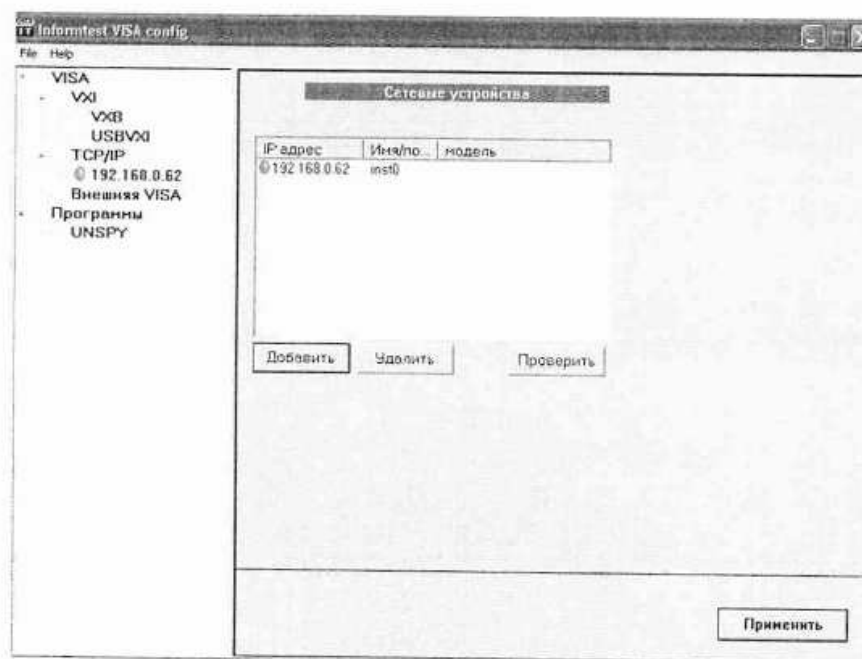

Рисунок 10 – Программная вкладка TCP/IP после добавления устройства
2.2.9.4 Выбираем нужное нам устройство, поставив галочку рядом с IP-адресом устройства, и нажимаем кнопку – «Ввести». В окне Informtest VISA config должно отобразиться данное устройство в поле TCP/IP (см. рисунок 10).